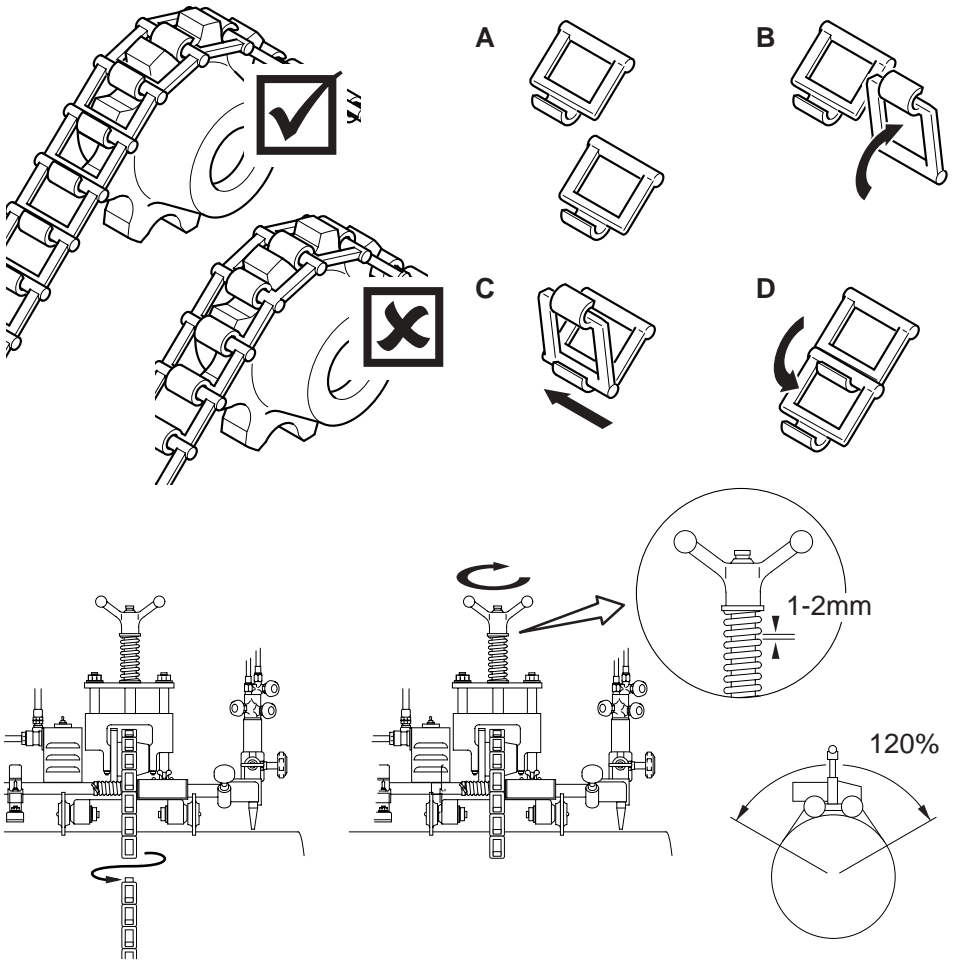

figure 4 - 2
- 3 Die Kette in das Kettenrad einlegen und die Ketten wie in der Abbildung 4 - 2 gezeigt am Rohr befestigen.